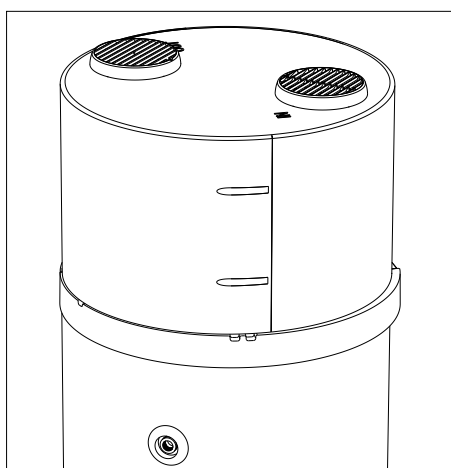

fig. 23
- Non canalizzato ("fig. 23" a pag. 32).